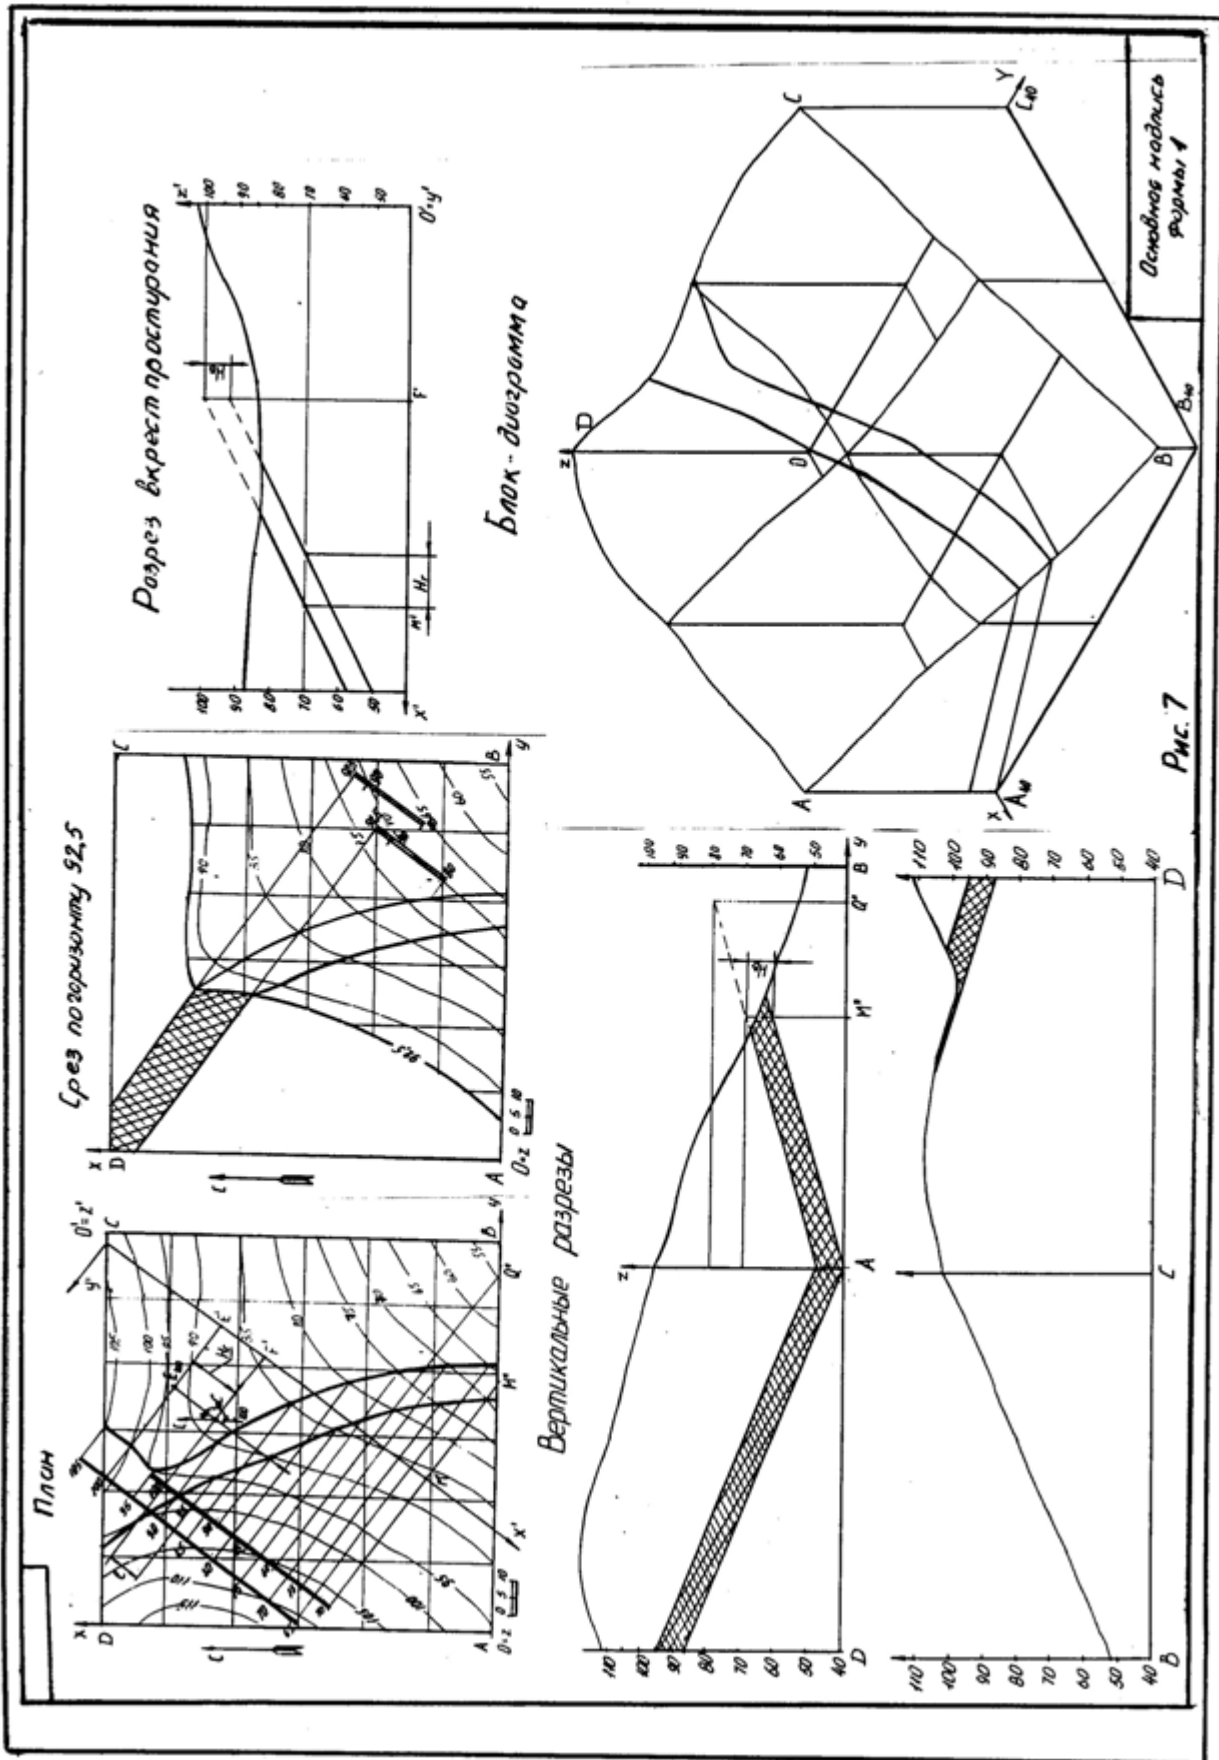

Рис. 7
3. Построение блок-диаграммы осуществляется в стандартной аксонометрической проекции, указанной ее номером. В конце таблицы для каждой стандартной аксонометрической проекции этот номер присвоен. Пример выполнения графической работы представлен на рис. 7.